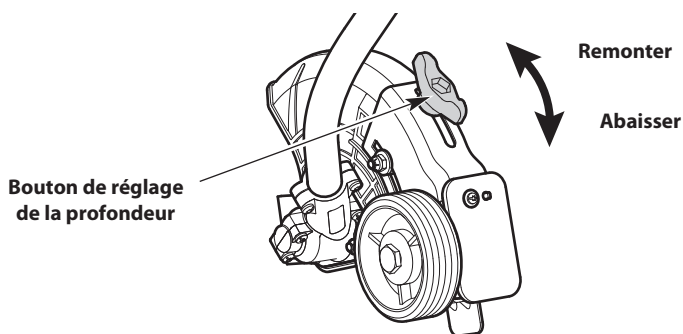

Fig. 6
1. Desserrez le bouton de réglage de la profondeur (Fig. 6).